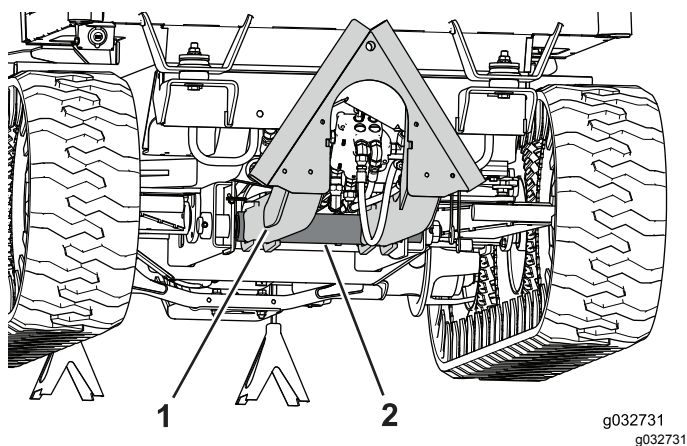

図 105
3. アタッチメントアセンブリ用のピボットポイントの下にフロアジャッキをセットし、フレーム前部を持ち上げて、中央タイヤが後ろへ転がって後タイヤにほとんど接触する状態にする 図 105。